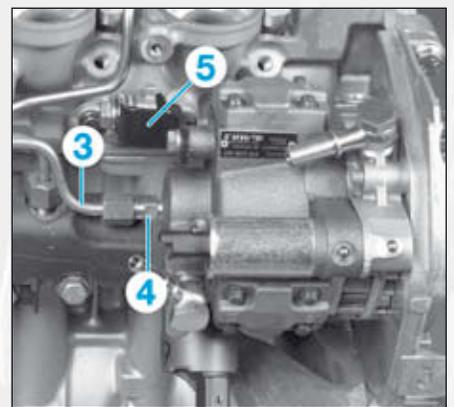

FIG.29
- la canalisation haute pression (3) reliant la pompe haute pression à la rampe commune en appliquant un contre-couple sur l'écrou (4) de la pompe haute pression (Fig.29),